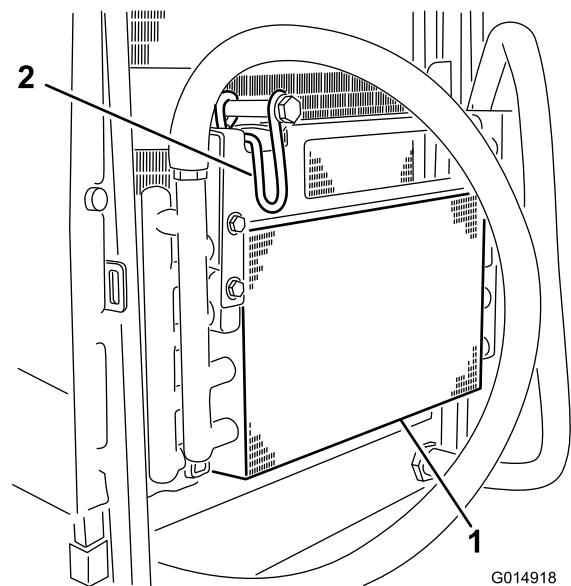

Bild 59
6. Drehen Sie den Riegel nach innen, um den Ölkühler zu lösen (Bild 59).